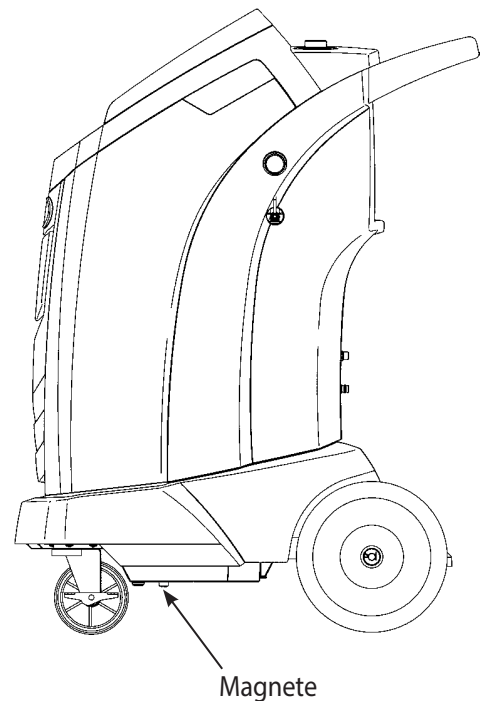

Figura 13
1. Vedere la Figura 13, e verificare che il magnete sulla parte inferiore della stazione sia pulito.